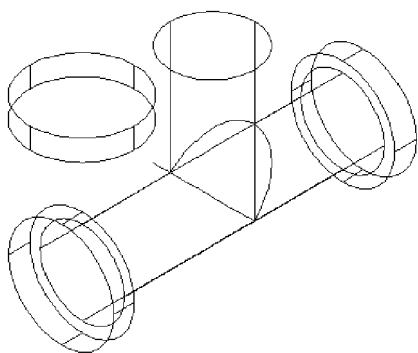

图 12-41 西南等轴测视图
4) 单击【修改】选项板 | 【旋转】按钮，选择复制的凸台，指定凸台上任意一点为基点，在命令行输入旋转角度“90”，按回车键。选择【视图】选项板 | 【西南等轴测】视图  西南等轴测，如图 12-41 所示。